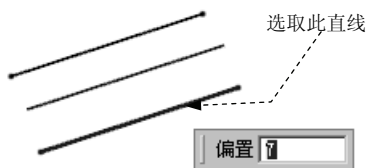

图 5.6.26 直线的偏置（一）
**Step 4** 定义参考直线。选取图 5.6.26 所示的直线为参考。
**Step 6** 单击中键, 结束派生直线的创建, 结果如图 5.6.26 所示。